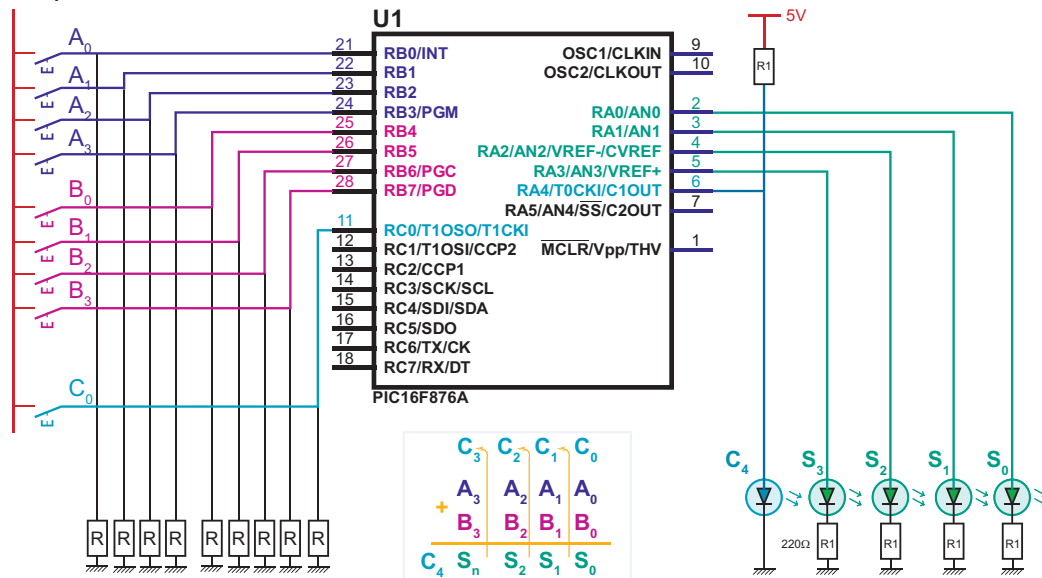

Fig.4
Le schéma du circuit (figure 4) illustre un additionneur de deux nombres binaires NA et NB ayant chacun un format de 4 bits :
- Réaliser le câblage conformément au schéma du circuit de la figure 4 ;